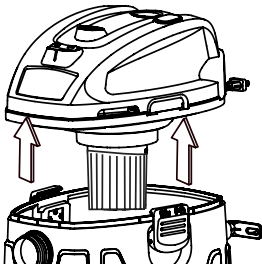

Fig. 16
- Fig 16.** Coloque el cabezal motriz boca abajo sobre una superficie limpia y suave. Limpie toda la suciedad o sedimentos de la manguera y tanque recolector. Reinstale el cabezal motriz en el tanque recolector y cierre los seguros.